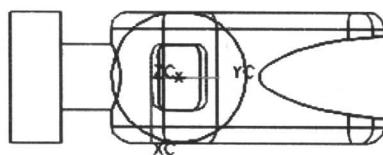

图 1-29 绘制圆弧
(1) 利用工具“视图”→“视图方位”把视图切换为右视图，利用工具“直线和圆弧”→“圆中心一半径”，以点(0, 8, 0)为圆心，半径R=20生成一个圆，如图1-29所示。